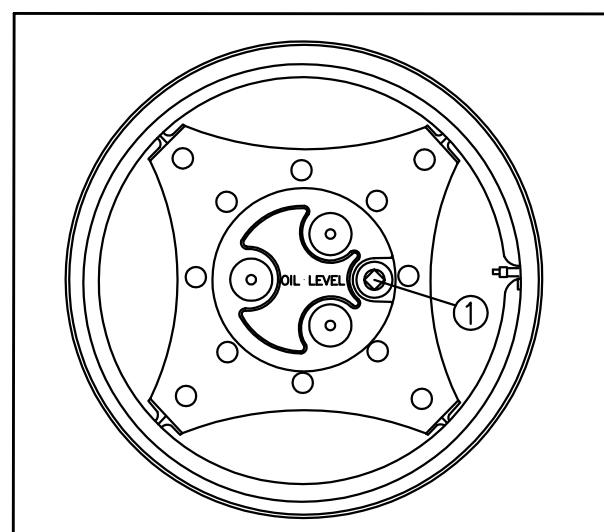

Fig. 5-30
Sačekajte da se ulje stabilizuje pre provere nivoa. Dopunite ako je potrebno. Vratite čep nazad ①(Fig. 5-30).